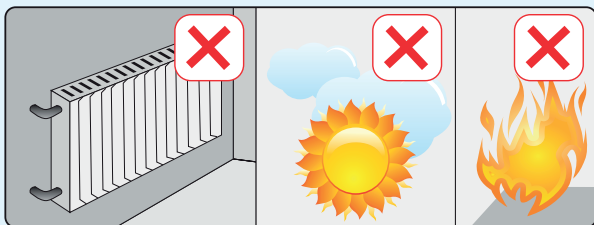

Abb. 5
Stellen Sie es in einem Mindestabstand von (1) Meter zu Hitzequellen (Ofen, Heizung, Heizstrahler usw.) auf (Abb. 5)